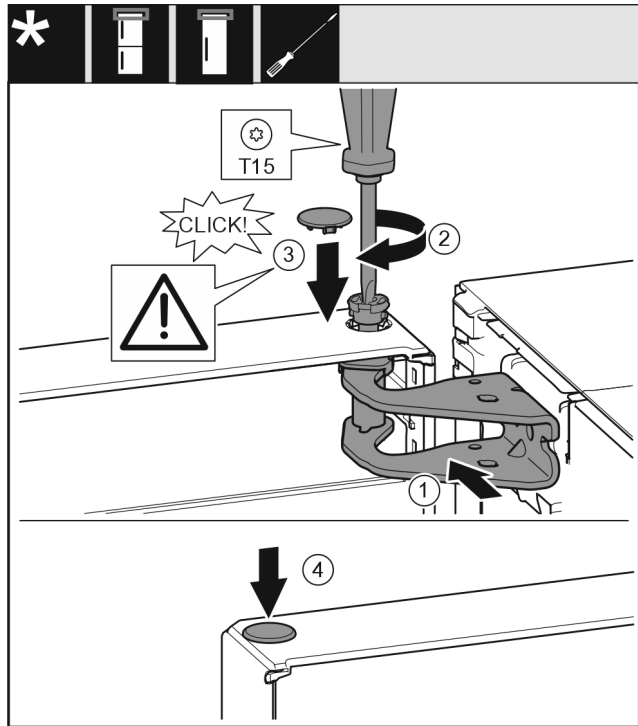

Fig. 56
- Tür oben zur Öffnung im Lagerbock Fig. 56 (1) ausrichten.
- Bolzen Fig. 56 (2) einsetzen und mit Schraubendreher festschrauben.
- Abdeckung Fig. 56 (3) einsetzen.
- Kontrollieren, dass die Abdeckung Fig. 56 (3) auf der Tür aufliegt.
- Abdeckung Fig. 56 (4) einsetzen.